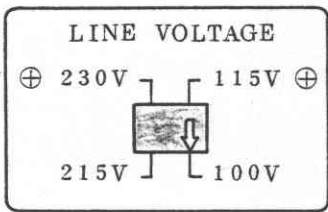

図1 電源電圧切換器
付 図 1 dB-電圧 換算曲線
設定範囲は両方とも、+14dB~-85.9dBまで設定できます。また⑧のスイッチが“OFF”のときは出力が零になります。dBmまたはdBVと電圧値(600Ω終端)の変換は付図1を参照してください。